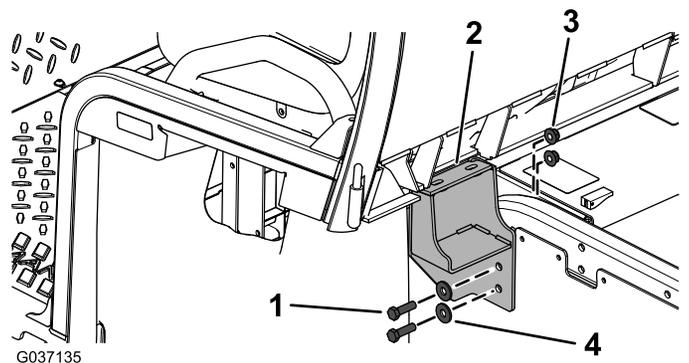

Figure 7
9. Fixez légèrement les supports de cabine gauche et droit sur la machine à l'aide des boulons à tête hexagonale (3/8" x 1¼"), des rondelles (3/8") et des écrous à embase (3/8"), comme montré à la Figure 7.
7. Serrez les supports gauche et droit et serrez les boulons à 58 N·m, comme montré à la Figure 7.